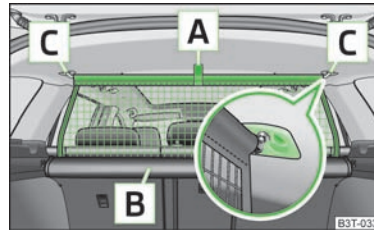
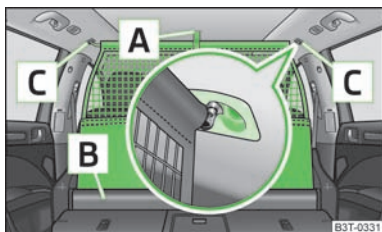

Fig. 79
Fig. 80
- Asigurați-vă că bara transversală este introdusă în locașurile **[C]** » fig. 79, respectiv » fig. 80 în poziția cea mai din față!
- Trageți peretele despărțitor de chinga **[A]** » fig. 79 afară din carcasa **[B]**, în direc-ția suporturilor **[C]**.
- Trageți puțin în spate bara transversală, mai întâi pe o parte, apoi pe partea cealaltă, și scoateți-o din prinderile **[C]** » fig. 79.
- Trageți peretele despărțitor din plasă de chinga [A] » fig. 80, pentru a-l scoate din carcasa [B].